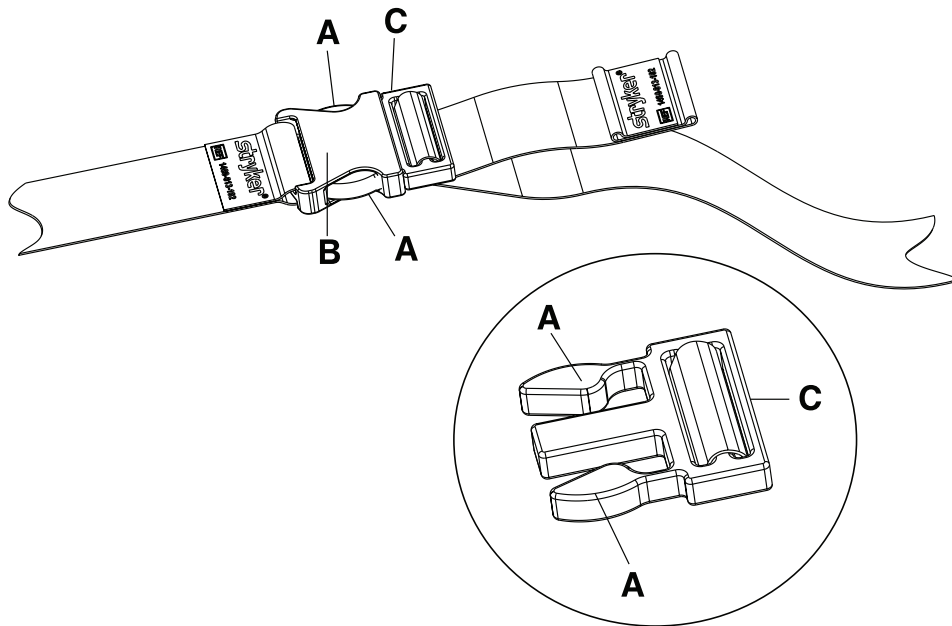

图14-16: 松开膝部安全带
1. 如要解开膝部安全带 ( 图14-16 第14-28页 ) :
- a. 用一只手抓住带扣闩锁(C) ( 图14-16 第14-28页 ) 。
- a. 用一只手抓住带扣接槽(B) ( 图14-16 第14-28页 ) 。